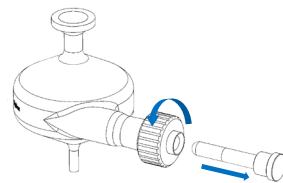

Figure 1. Retrait du bouchon d'étanchéité
- 1 Tournez doucement l'adaptateur de nébuliseur à contrôle de couple dans le sens antihoraire pour retirer le bouchon d'étanchéité (fig. 1)
- 1 Ruotare delicatamente in senso antiorario l'adattatore per nebulizzatore a controllo di torsione per rimuovere il tappo sigillante (Fig. 1)